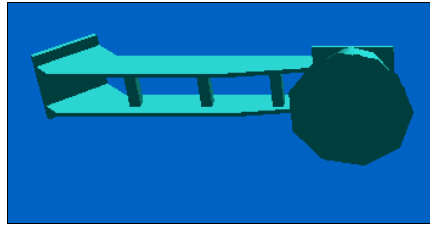
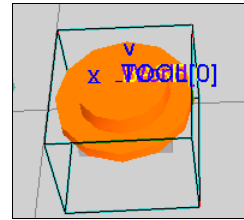
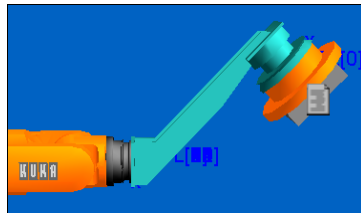

Fig 3.4.1
Fig 3.4.2
Fig 3.4.3
alargada de color cian (body gripper **Fig 3.4.1**) y una circular de color naranja (gripper **Fig 3.4.2**), una vez estas dos piezas estén unidas y formen el gripper completo deben acoplarse al portaherramientas del robot, siendo el aspecto final el que se muestra en la **Fig 3.4.3**.
**8 → PnP > ARRASTRAR EL GRIPPER HASTA EL PORTAHERRAMIENTAS ( Fig 3.4.3)**